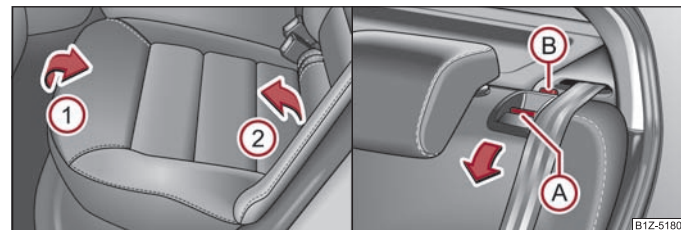

Fig. 60 Deplasarea în față a scaunului/Deblocarea spătarului banchetei
- Ridicăi bancheta din spate în sensul săgeții ① și rabatai-o în față conform săgeții ② ⇒ fig. 60.
- Apăsai butonul de deblocare (A) și pliai spătarul scaunului din spate.
- Asigurați-vă că punctul de culoare roșie **B** este acoperit ⇒ pagina 67, fig. 60.